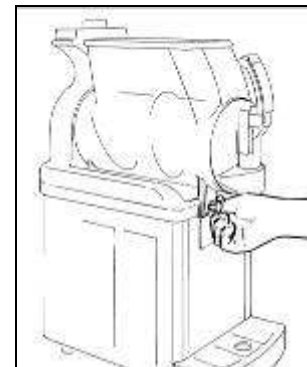

Fig. 26
- Fissare la vasca avvitando entrambi i pomelli fino al fondo della loro corsa (fig.26).